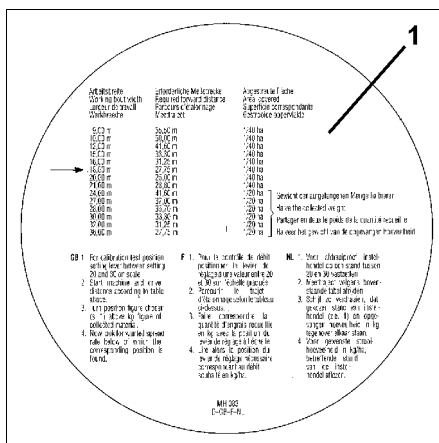

Рис. 32
4. Таблицы для определения необходимого контрольного участка [м] (Рис. 32).
- По таблице (Рис. 32/1) определите для необходимой ширины захвата **18 м** требуемый контрольный участок **27,75 м**.